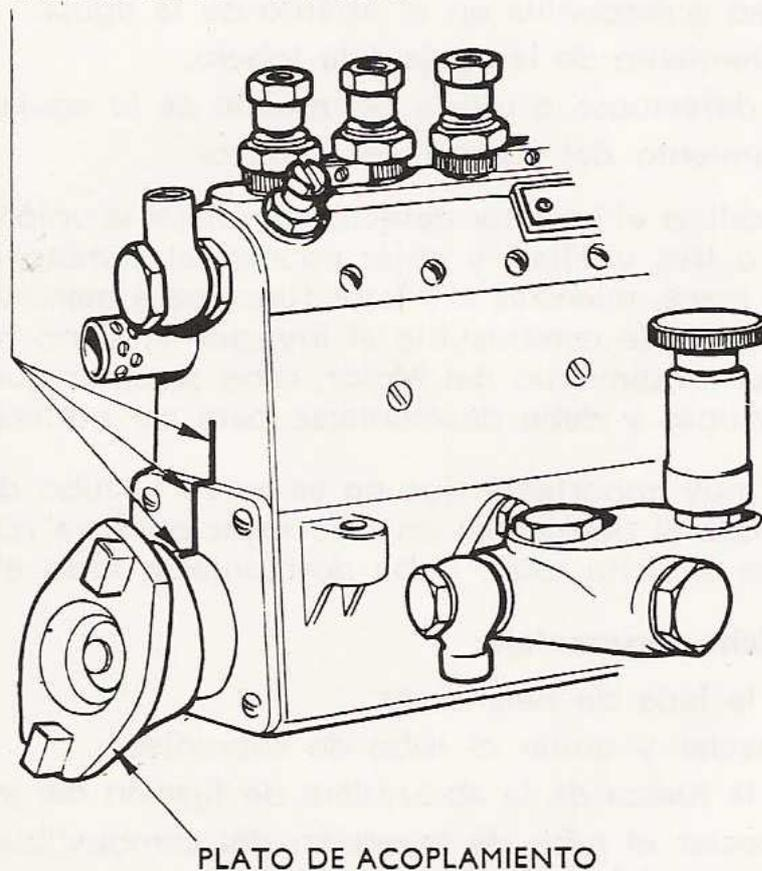

Fig. 3.6. - Puesta en fase de la bomba
- 3) La señal marcada en el acoplamiento de la bomba de inyección debe encontrarse en este punto, o sea, alineada con el indicador del cuerpo de bomba de inyección (fig. 3.6).